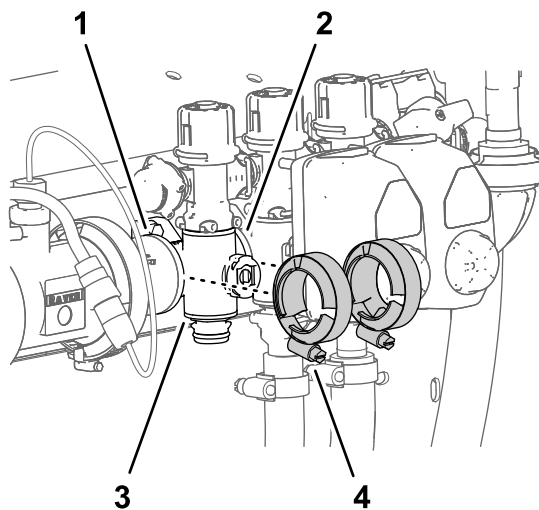

**Figura 110**
1. Rimuovete il perno di collegamento rapido che fissa l'accoppiatore rapido della valvola di bypass della sezione alla valvola del collettore della sezione (Figura 110).
2. Rimuovete il perno di collegamento rapido che fissa l'accoppiatore rapido del flessibile di alimentazione delle sezioni al collettore del raccordo di collegamento rapido della valvola del collettore della sezione (Figura 110).